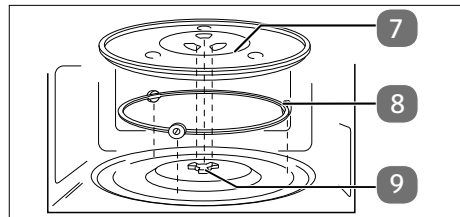

Fig. 5 – Colocación del plato giratorio de cristal
- ▶ Introduzca el aro giratorio en la cavidad del espacio de cocción y, a continuación, coloque el plato giratorio de cristal centrado en el eje de accionamiento (**véase Fig. 5**) de modo que las barras del plato giratorio se sitúen entre las hojas del eje de accionamiento.